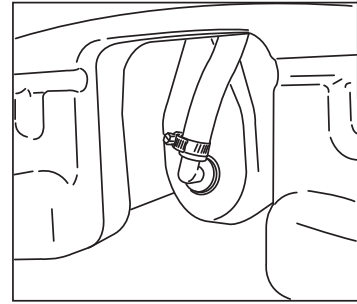

Figure 2.
2. Acheminez l'extrémité du boyau entre le réservoir et la base. Installez le boyau sur la cannelure au bas du réservoir et fixez avec la pince du boyau fournie. **Voir la figure 2.**